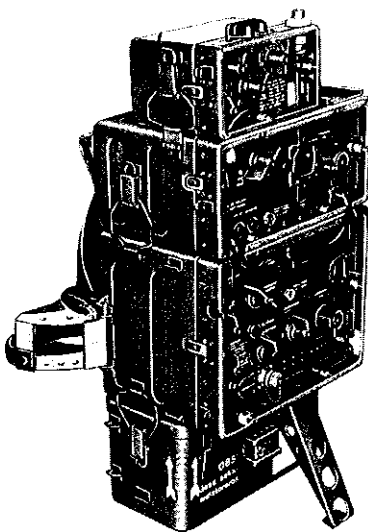

Bild 12. Stödet anbringat
2. Ställ mottagaren på ackumulatorlådan med stödet emellan och spänn snäpplåsen (bild 12).